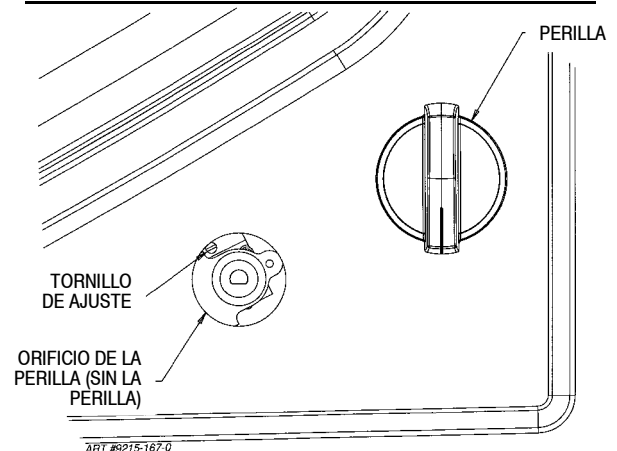

FIGURA 13
## C. AJUSTE DE LA LLAMA BAJA (Vea la figura 13)
3. Localice el tornillo de ajuste de la válvula. Vea la figura 13.
- Localice el tornillo de ajuste de la válvula. Vea la figura 13.